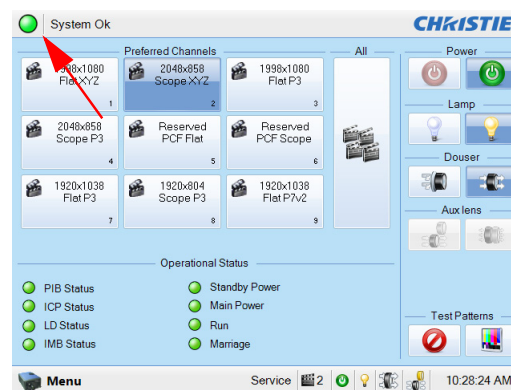

Figure 5-3 Индикатор сенсорной панели управления
2. Проверьте наличие блокировок. В **главном** окне ТРС щелкните на индикаторе в верхнем левом углу для перехода в окно **Состояние**. (**Figure 5-3**). Кроме того, можно нажать кнопку **Меню** и выбрать значение **Состояние**. В окне **Состояние** выберите **Блокировки**. Если будет показано сообщение об ошибке, для включения лампы необходимо устранить причину блокировки.